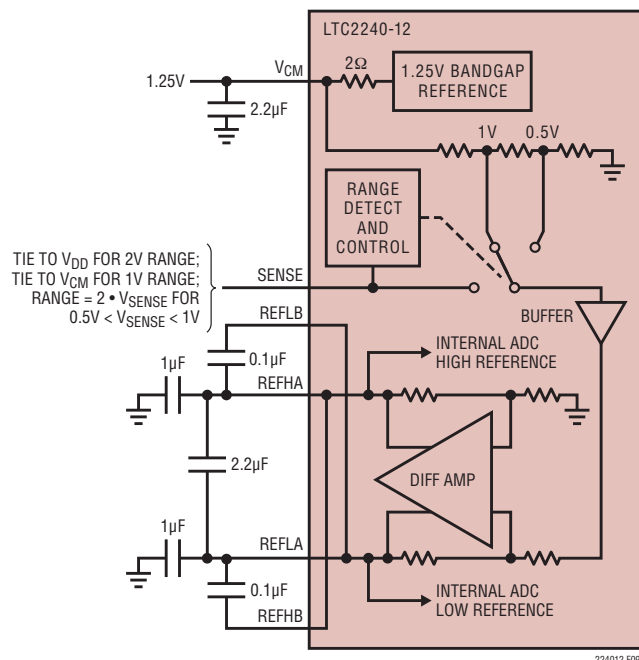

図9. 等価リファレンス回路
1.25Vのバンドギャップ・リファレンス、差動アンプ、およびスイッチングと制御の回路で構成されるLTC2240-12のリファレンス回路を図9に示します。内部電圧リファレンスはピンで選択可能な2V (差動 $\pm 1V$) または1V (差動 $\pm 0.5V$) の2つの入力レンジに設定することができます。SENSEピンを V_{DD} に接続すると2Vレンジが選択され、SENSEピンを V_{CM} に接続すると1Vレンジが選択されます。
差動アンプはADCの“H”リファレンスと“L”リファレンスを発生します。高速スイッチング回路がこれらの出力に接続されているので、これらの出力は外部でバイパスする必要があります。各出力には4本のピンが備わっています。“H”リファレンス用にそれぞれ2本のREFHAとREFHB、および“L”リファレンス用にそれぞれ2本のREFLAとREFLBです。複数の出力ピンは、パッケージのインダクタンスを減らすために必要です。バイパス・コンデンサは図9に示されているように接続する必要があります。